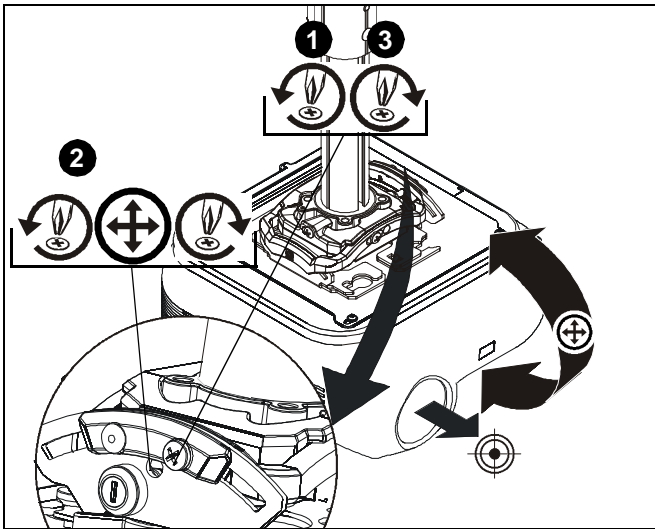

Abb. 7
1. Lösen Sie die Feststellschraube für die Einstellung der Drehung um die QUERACHSE mit einem Nr. 2-Kreuzschlitzschraubendreher. (See Figure 7)
2. Drehen Sie die Mikro-Justierschraube zur Einstellung der Drehung um die QUERACHSE mit einem Nr. 2-Kreuzschlitzschraubendreher nach rechts oder links, bis das Bild auf dem Ziel korrekt ausgerichtet ist. (See Figure 7)
3. Ziehen Sie die Feststellschraube für die Einstellung der Drehung um die QUERACHSE mit einem Nr. 2-Kreuzschlitzschraubendreher fest. (See Figure 7)